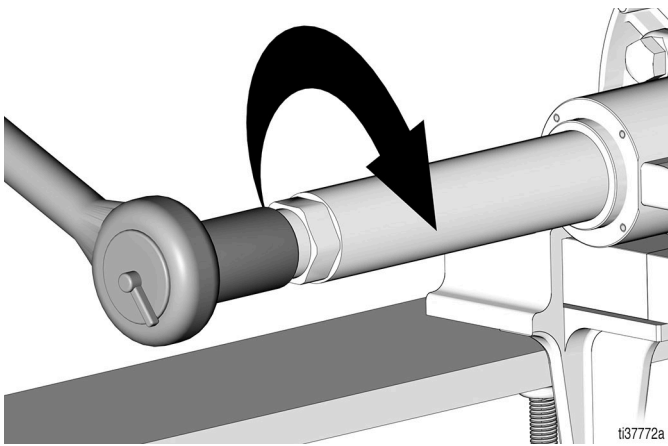

图 31
- 16. 使用 1-7/16 英寸套筒, 将密封固定器 (6) 拧紧到泵气缸 (2) 组件上 (扭矩 100 - 110 ft-lb/135.6 - 149.1 N•m) (图 31)。